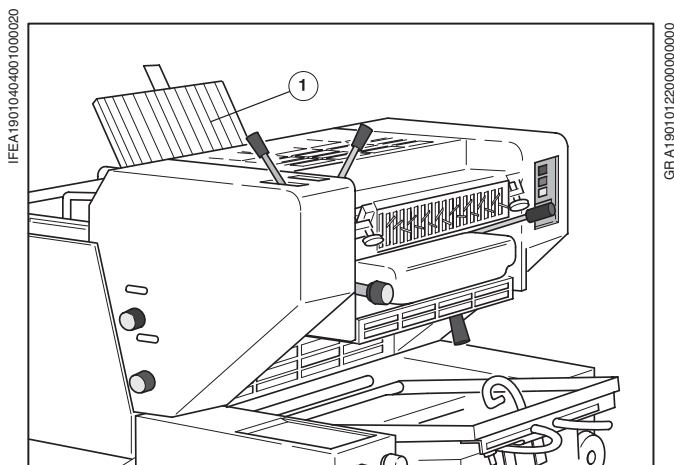

Рис. 10 Стол для зарядки/выброса формы
Двухкрасочная машина: положение стола для зарядки/выброса формы (Рис. 10/①) определяется печатной секцией, в которой производится выброс формы.